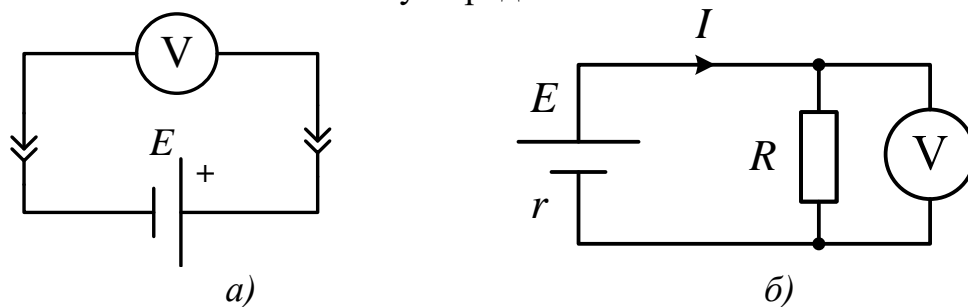

Рис. 3.2
ЭДС источника можно определить с достаточной точностью прямым измерением (рис. 3.2.), если входное сопротивление вольтметра много больше внутреннего сопротивления источника. Используемый в работе цифровой вольтметр полностью соответствует этому условию, так как имеет входное сопротивление порядка 10^6 Ом, а внутренние сопротивления исследуемых в работе источников составляют величину порядка 10^2 Ом.
Для схемы на рис. 3.2 б можно записать уравнения для тока в цепи и напряжения на нагрузке:
1.1. Установите переключатель мультиметра на предел «20 V». Измерьте ЭДС источников E_1 и E_2 (рис. 3.2). Занесите в табл. 3.1. значения ЭДС, предел измерения и класс точности прибора на данном пределе.